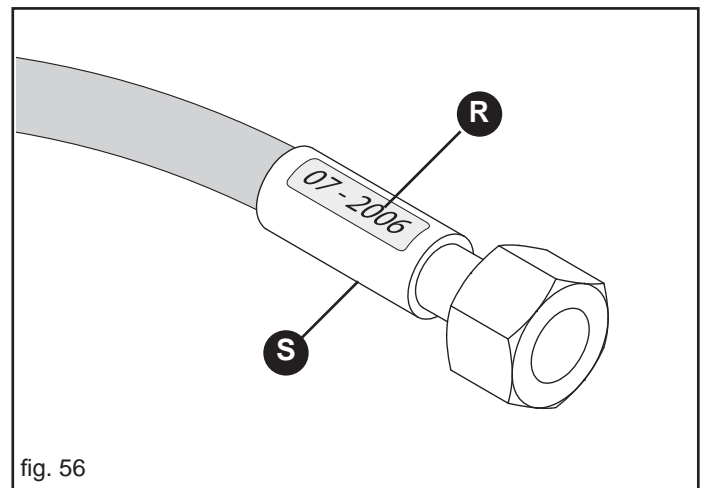

fig. 56
- pérdidas en proximidad de la armadura del tubo (S, Fig. 56);
- corrosión de la armadura (S, Fig. 56);
- al superar los 5 años de vida (R, Fig. 56).